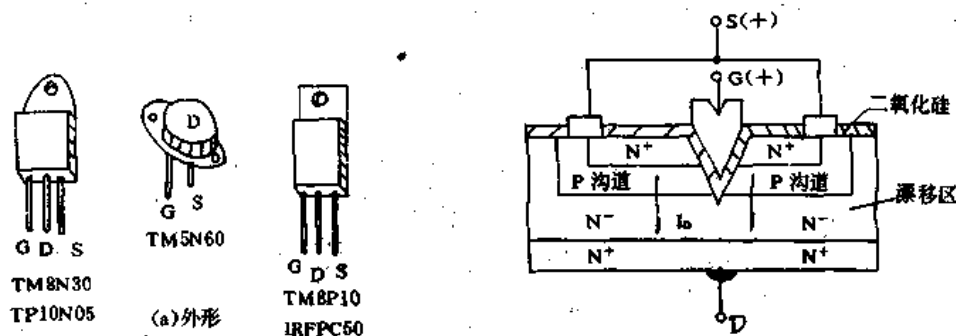

图9-18 VMOS功率场效应管的外形和内部结构示意图 (b)内部结构示意图
VMOS管的外形和内部结构示意图如图9-18所示,图9-18(b)为P沟道VMOS管,栅极做成V形槽状,使得栅极表面和氧化膜表面的面积较大,有利于大电流控制,栅极仍然与漏、源极是绝缘的,因此VMOS管也是绝缘栅场效应管。漏极D从芯片上引出。与MOS管比较,一是源极与漏极的面积大;二是垂直导电(MOS管是沿表面水平导电),二者决定了
(1)判断电极。万用表置 $R \times 1k$ 档，分别测试三个电极间的阻值，如果其中一脚与另两脚间的电阻为无穷大，且交换表笔测试仍一样，说明这一脚为栅极G。由图9-18(b)可以看出，源、漏极之间相当于一个PN结，测其正、反向电阻，以阻值较小(约几千欧)的那次为准，黑表笔接的是源极(P型)S，红表笔接的就是漏极(N型)D。对N沟道VMOS管判断相反。一般VMOS管的漏极D与外壳(或散热片)是连在一起的，这就是更容易区分漏、源两电极了。